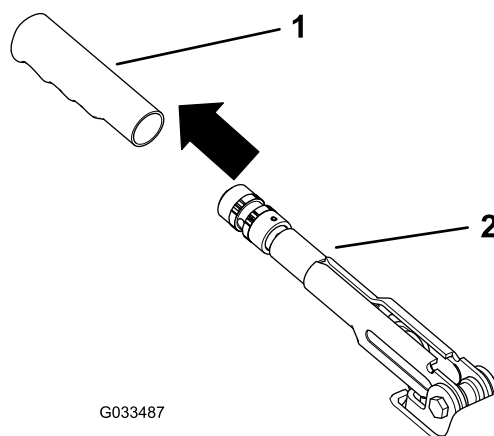

Figure 52
1. Enlevez la poignée en caoutchouc du levier de frein de stationnement (Figure 52).
5. Placez la poignée en caoutchouc sur le levier du frein de stationnement (Figure 52).